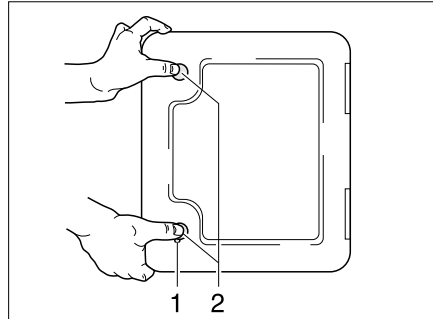

Bild 159 Klappe für die Toiletten-Kassette
- Die Klappe für die Kassette außen am Fahrzeug öffnen. Dazu den Schlüssel in den Schließzylinder des Druckschlösses (Bild 159,1) stecken und eine viertel Umdrehung drehen.
- Beide Druckschlösser (Bild 159,2) gleichzeitig mit dem Daumen drücken und die Klappe für die Kassette öffnen.